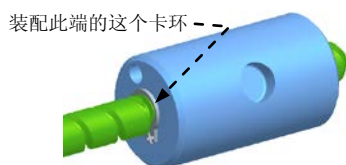

图 9.5.18 装配另一端的固定卡环
Step8. 按与 Step7 相同的操作方法, 装配另一端的固定卡环 (Fixing_ring) 零件, 参见图 9.5.18。